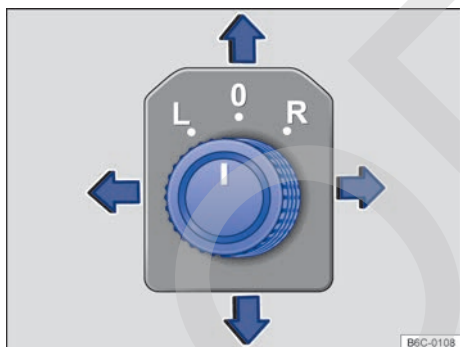

Fig. 78 En la puerta del conductor: mando giratorio de ajuste de los espejos retrovisores externos eléctricos.
- Girar el mando giratorio en la puerta del conductor hasta el símbolo deseado → fig. 78.